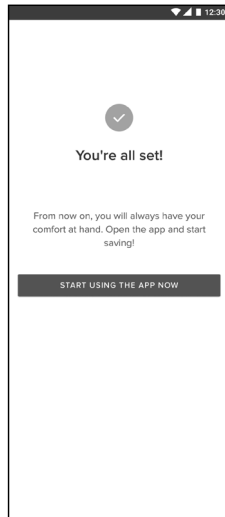

FIG. 9
- Indiquer un nom pour l'installation et le tour est joué ! (FIG.9)